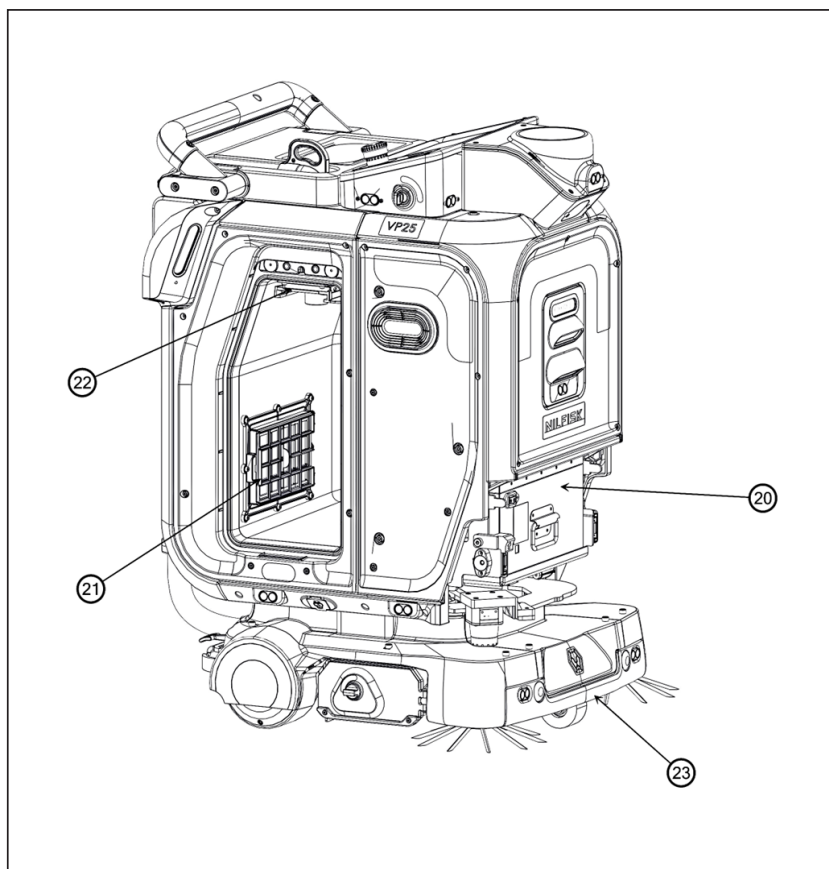
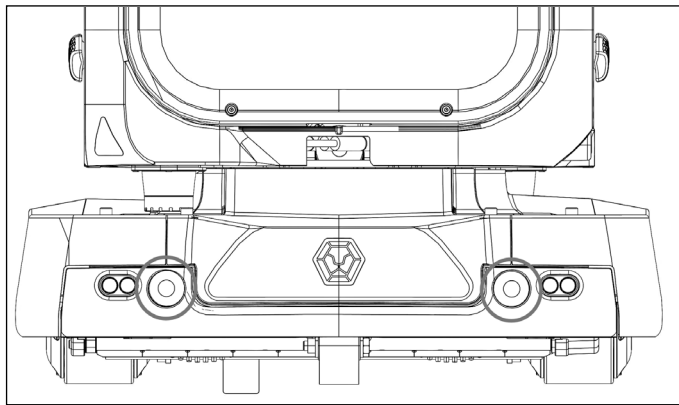

Abbildung 4
Abbildung 8
2. Drücken Sie den Akkuschalter (20) (Abb. 4) in die Position ON.
2. Vergewissern Sie sich, dass der Staubbeutel in der Staubbeutelhalterung (22) (Abb. 4) installiert ist und nicht voll ist.
3. Vergewissern Sie sich, dass der HEPA-Filter in der HEPA-Filterhalterung (21) (Abb. 4) installiert ist.
1. Drücken Sie die 2 Tasten (Abb. 8), um die untere Frontabdeckung (23) zu entfernen (Abb. 4).